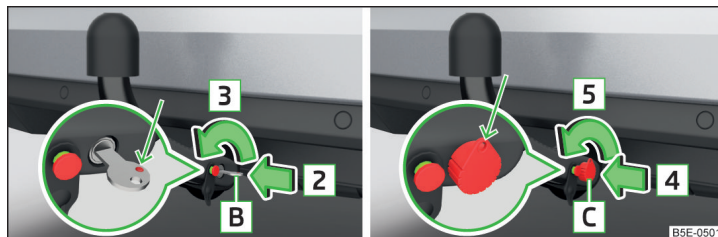

Fig. 306 Desbloquear cerradura: Variante de llave 1 / variante de llave 2
- Gire la llave **B** en el sentido de la flecha **3** de manera que la marca roja muestra hacia arriba » fig. 306.
- Gire la llave [C] en el sentido de la flecha [5] de la manera, que la argolla de llave muestra hacia arriba » fig. 306.